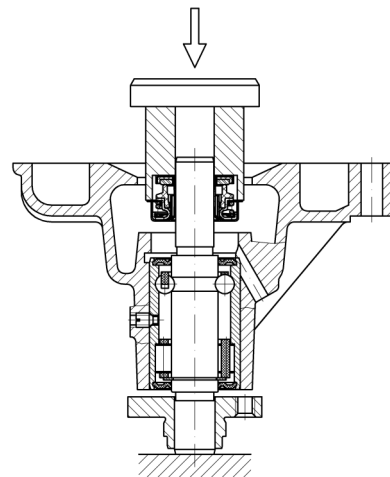
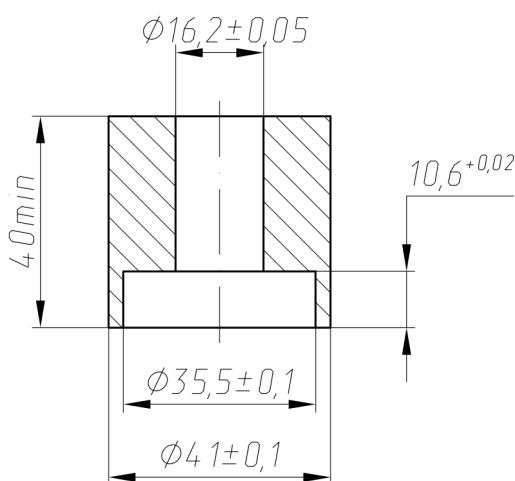

Рисунок 58 – Запрессовка уплотнения водяного насоса
Рисунок 59 – Оправка для запрессовки уплотнения
– с помощью оправки запрессовать уплотнение на вал подшипника и в корпус насоса, не допуская перекоса (Рисунок 58). Для запрессовки уплотнения использовать оправку (Рисунок 59), с помощью которой обеспечивается необходимое сжатие пружины уплотнения;